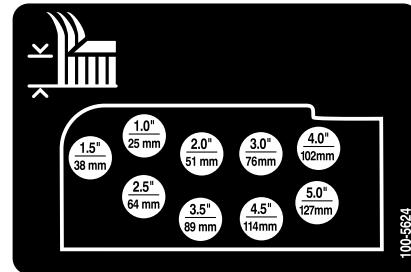

Figura 22
- Monte as correntes da altura de corte no orifício da altura de corte desejada com o contrapino e pino de segurança (Figura 22).